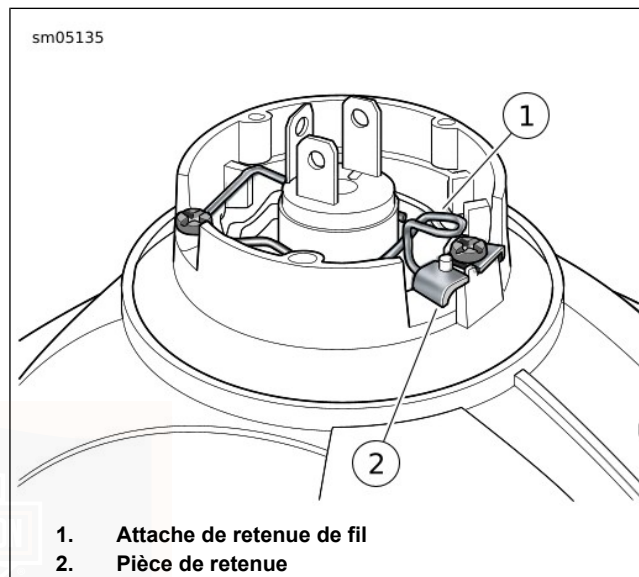

Figure 61. Attache de retenue de fil
3. Voir Figure 61. Détacher l'attache de retenue de fil (1) de la retenue (2). Écarter le fil métallique.
6. Voir Figure 61. Tourner l'attache de retenue de fil (1) en position et la verrouiller sous la lèvre de la retenue (2).